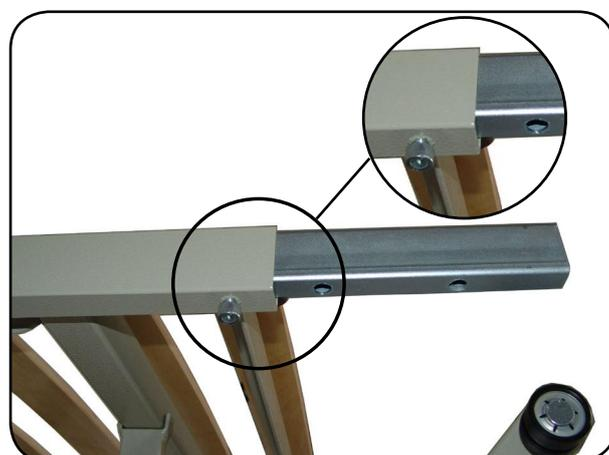

Abb. 6.1.06 - Liegeflächenverbinder im Längsrohr der Kopfauflage
- Stecken Sie die einzelnen Liegeflächenverbinder in die Längsrohre der Kopfauflage und schrauben Sie zwei Zylinderkopfschrauben aus der aks-Tasche lose ein (Abbildung 6.1.06).